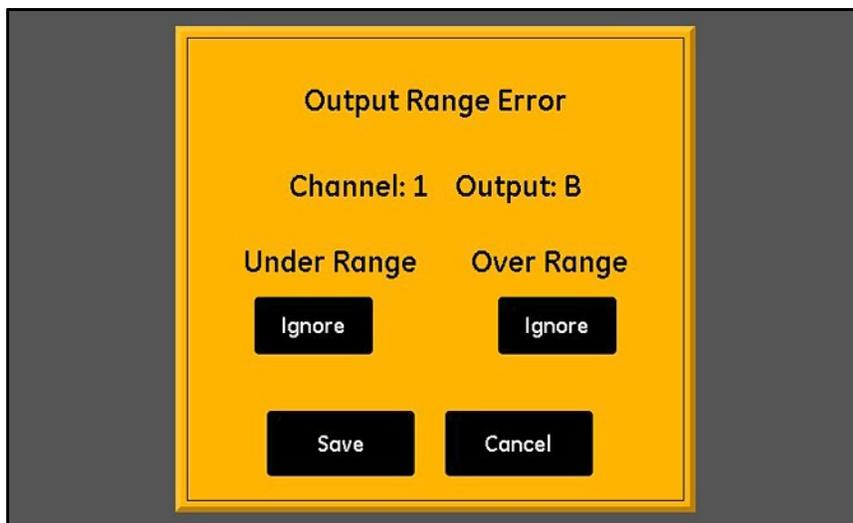

Abbildung 46: Bildschirm „Konfiguration von Bereichsfehlern“ – Ausgangsreaktion
1. Tippen Sie auf die Schaltfläche für den gewünschten **Kanal** (1-6) und **Ausgang** (A oder B) und danach auf die Schaltfläche **Bereichsfehler**. Daraufhin wird ein Bildschirm geöffnet, der in etwa wie in *Abbildung 46* unten dargestellt aussieht.